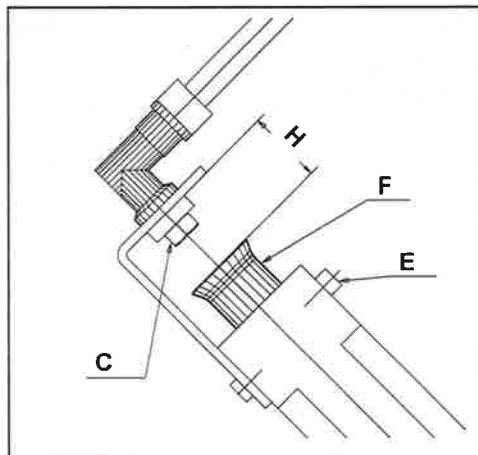

ABB. 2
4.2 EINSTELLUNG DER PRIMÄRLUFT (Abb.2)
Der vorgesehene Abstand für die Einstellung der Primärluft an den Brennern des Kochfelds ist in der Abbildung 2 ersichtlich und in der Tabelle 2 angegeben.